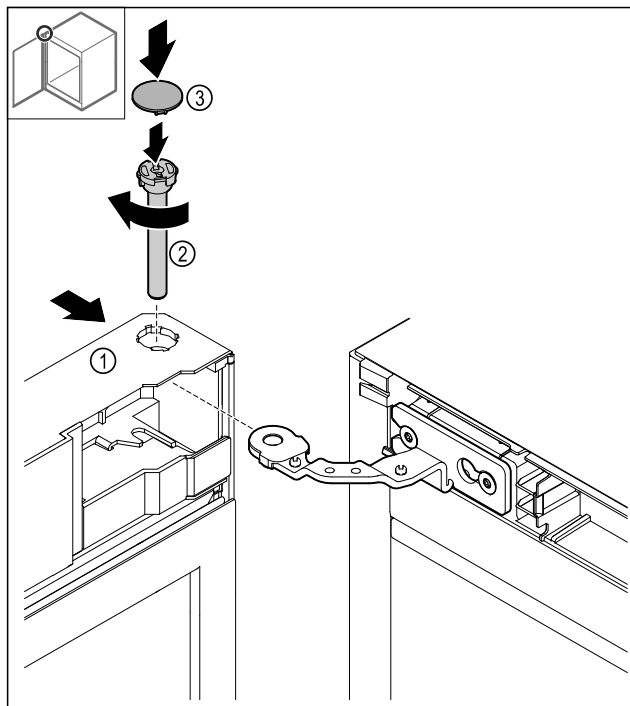

Fig. 50
- Nasunąć drzwi Fig. 50 (1) u góry na zawias.
- Włożyć sworzeń Fig. 50 (2) i dokręcić zgodnie z ruchem wskazówek zegara.
- Założyć osłonę Fig. 50 (4).